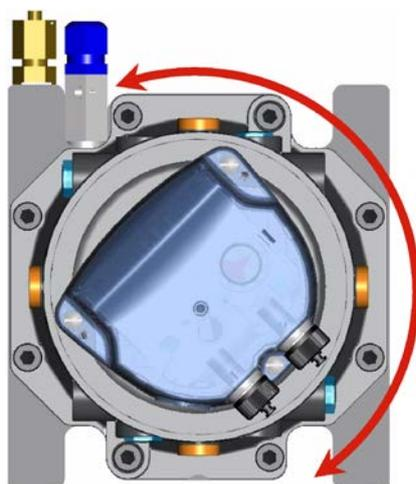
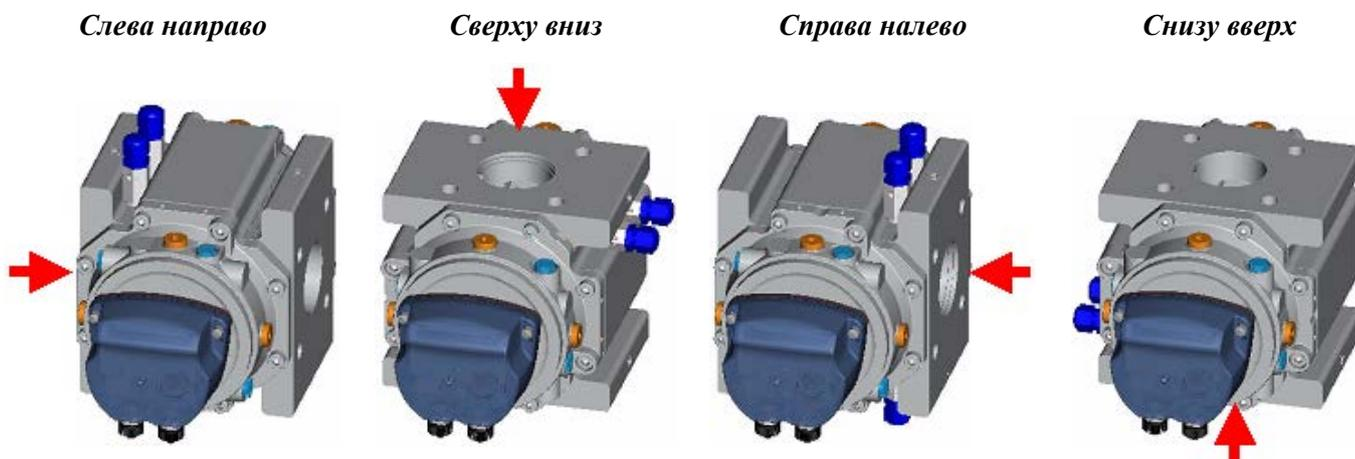

Рис. 4. Поворотное отсчетное устройство
Рис. 5. Варианты установки счетчиков в зависимости от направления потока газа
- 3.16.1. Счетчики с DN от 25 до 150 мм в корпусе из алюминия или чугуна, а также с DN 50 мм в стальном корпусе, имеющие поворотное отсчетное устройство (корпус отсчетного устройства может поворачиваться на 350° для выбора удобного угла считывания показаний) (см. рис. 4), могут устанавливаться в любом положении относительно направления потока газа (относительно горизонтально расположенного роликового сумматора газ может двигаться по следующим направлениям: слева направо, справа налево, сверху вниз, снизу вверх) (см. рис. 5).